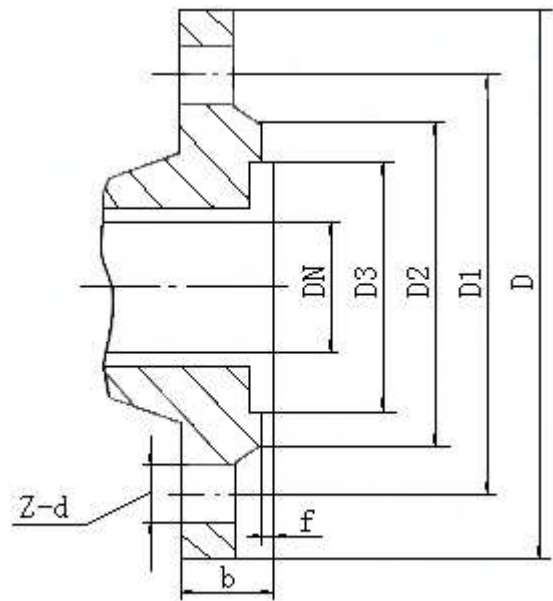

图 3
1、法兰连接尺寸符合 JB78-59（见图 3、表 5）
2、外形尺寸及重量（见图 3 表 6）